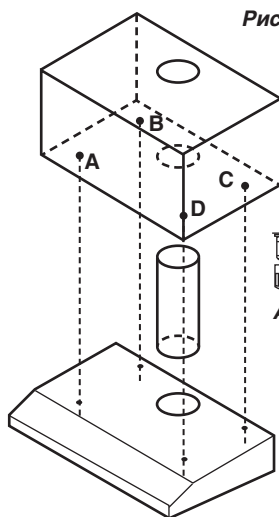

Рис. 8.2
1. Наметьте снизу на подвесном шкафчике места сверления под крепежные винты, под гибкий воздуховод (в комплект не входит). Сделайте необходимые отверстия. (Рис. 8.2)